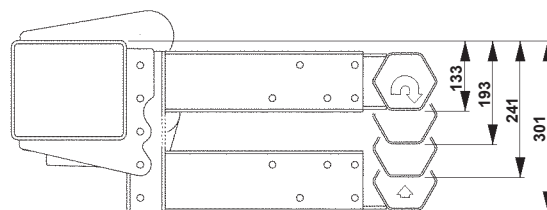

Bild 31. Den inre delen av konsolerna kan monteras i fyra olika höjdlägen
1. Montera den inre delen av respektive konsol, de kan monteras i fyra olika höjdlägen. Välj ett höjdläge som ger en position som uppfyller de lagstadgade kraven, se avsnitt "6.6.2 Lagstadgade mått" på sida 23. Använd tillhörande skruv M12x100. Montera utan att dra åt skruvarna, se Bild 31.